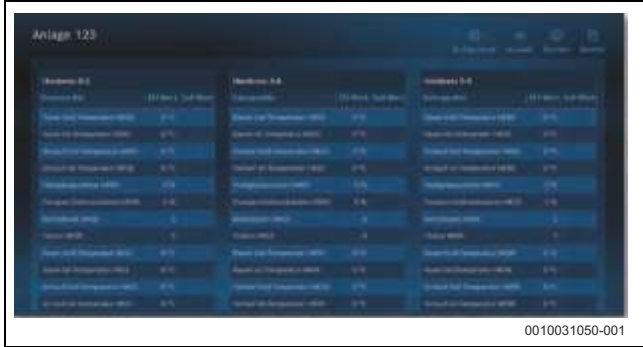

Рис.46 Центр управления коммерческий "Coscript": обзор онлайн-данных (без "зеркального отображения")
- Функция Coscript: обзор выбранных данных в режиме онлайн, не требуется "зеркальное отображение", обновление каждые 30 секунд (^ рис. 46)